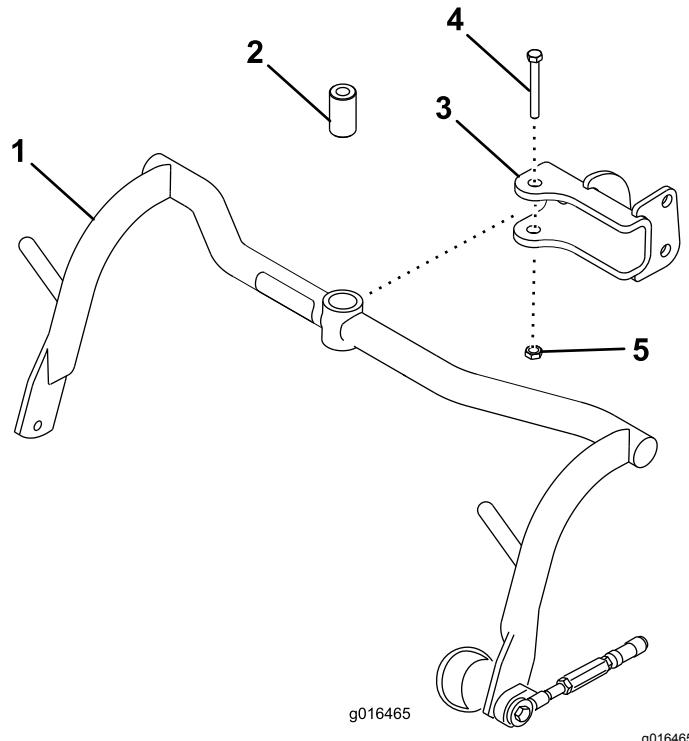

Figure 8
- Montez un bâti porteur sur chaque chape avec une entretoise, un boulon ($\frac{1}{2}$ " x $3\frac{1}{4}$ ") et un contre-écrou (1/2") ; voir Figure 8. Serrez à un couple de 91 à 113 N·m.